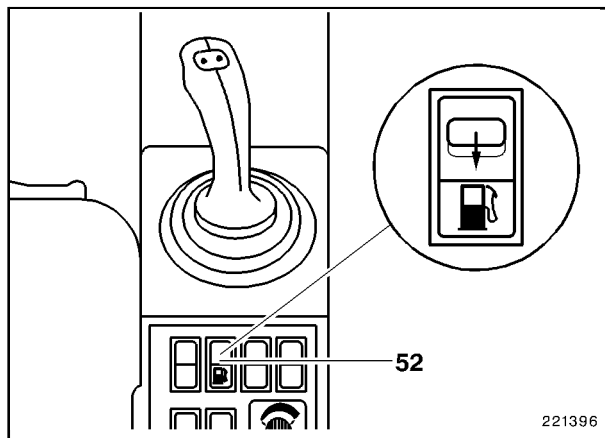

Fig. 2
- Conectar la bomba por el interruptor basculante (52, Fig. 2), mover para tal fin el botón de bloqueo (flecha) hacia atrás y oprimir el campillo del interruptor con el símbolo.
- el interruptor basculante (52, Fig. 2) queda conectado y